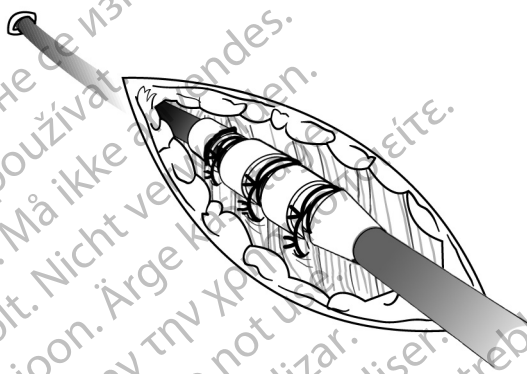

Abbildung 10. Beispiel einer Nahtmanschette, perkutane Implantationstechnik
1. Ziehen Sie die Einführschleuse ab, und schieben Sie die distale Nahtmanschette tief in das Gewebe hinein (Abbildung 10 Beispiel einer Nahtmanschette, perkutane Implantationstechnik auf Seite 31).